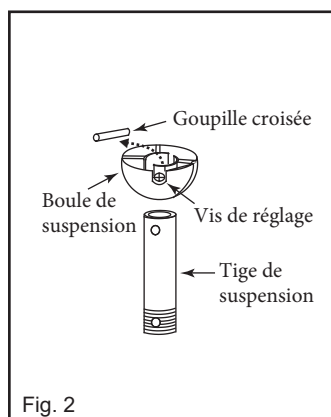

Fig. 2
Étape 1. Retirez la boule de suspension de la tige de suspension en desserrant la vis de réglage sur le côté de la boule de suspension. Faites glisser la boule de suspension vers le bas et retirez la goupille transversale ; retirez la boule de suspension. (Fig.2)